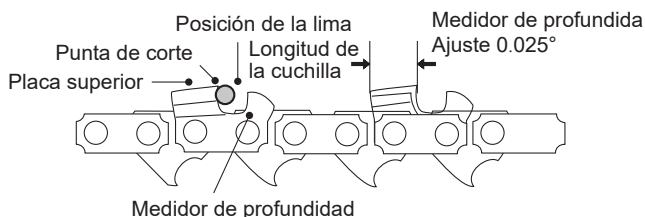

Fig. 44
- Utilice un instrumento de medición del medidor de profundidad para comprobar su altura. Las plantillas de medición del medidor de profundidad están disponibles en la mayoría de los comercios de herramientas de renombre (Fig. 44).